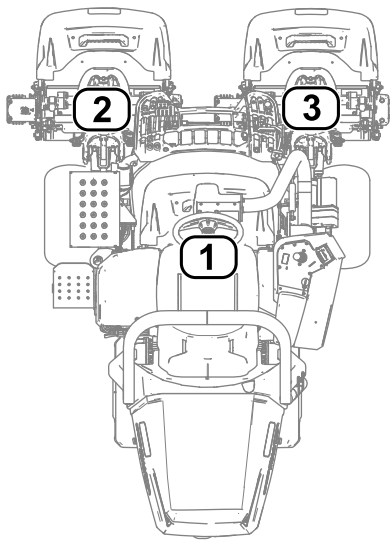

Figura 28
- **1** refere-se à unidade de corte central (Figura 28)
- **2** refere-se à unidade de corte frontal esquerda (Figura 28)
- **3** refere-se à unidade de corte frontal direita (Figura 28)